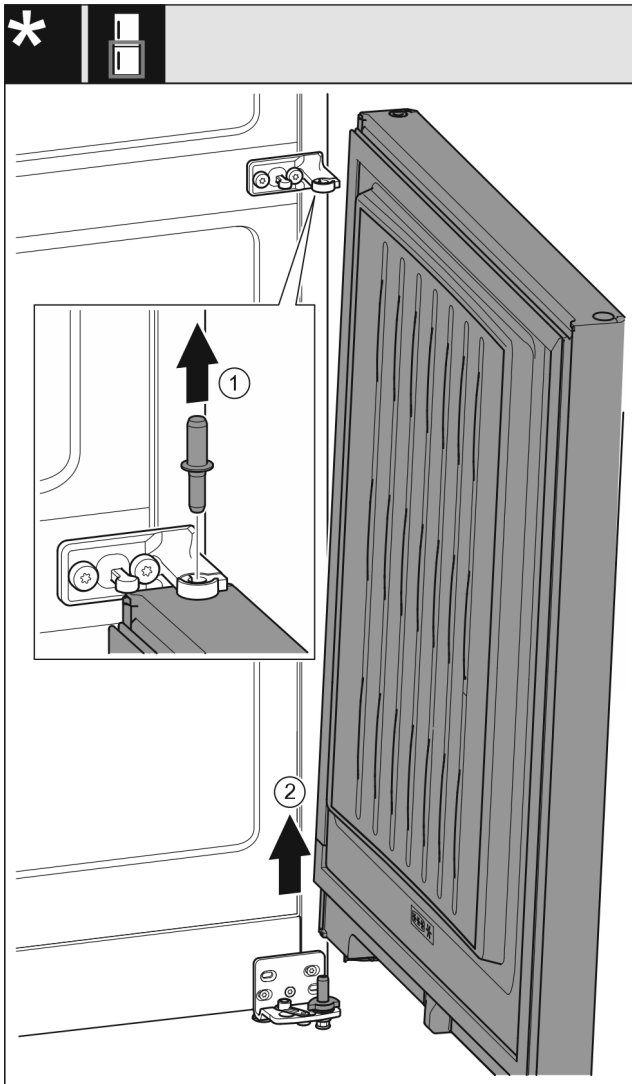

Fig. 26 Fără amortizor de închidere*
- Extrageți în sus boltul Fig. 26 (1).*
- Pivotați ușa Fig. 26 (2) în exterior, trageți în sus și așezați-o în lateral.*